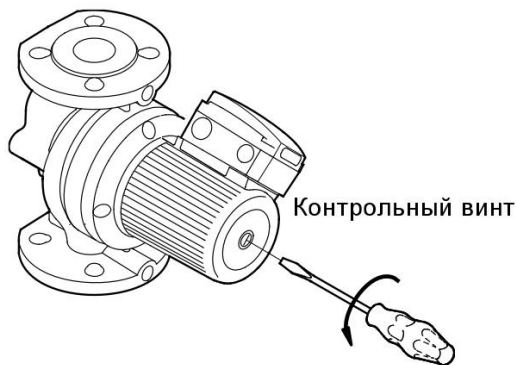

Рис. 9 Удаление воздуха из насоса
**Если необходимо вывинтить контрольный винт (рис. 9), перед этим нужно удостовериться, что выходящая в результате рабочая жидкость не нанесет вреда людям или не станет причиной повреждения компонентов оборудования.**